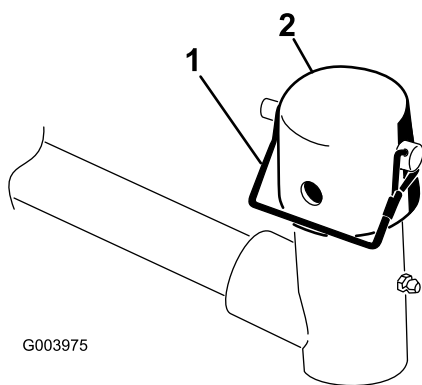

図 9
7. 昇降アームのピボット・ヨークからスナッパ・ピンとキャップを取る (図 9)。
11. スナッパ・ピンを使って、キャップとキャリア・フレームのシャフトとを昇降アームのヨークに固定する。カuttingユニットをステアリング・モードで使う場合はスロットを使い、固定モードで使用する場合には、穴を使う (図 9)。